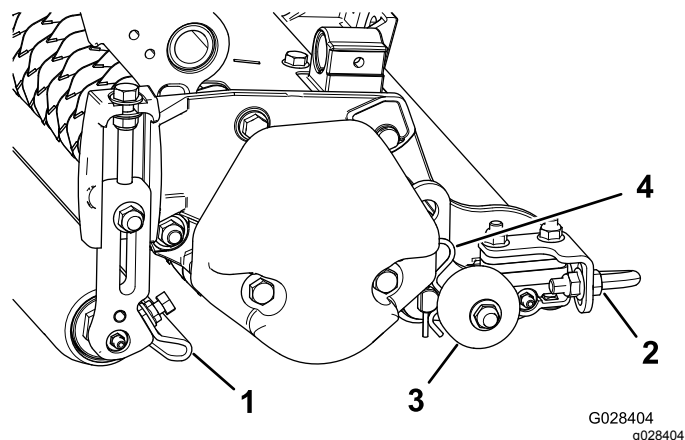

Figura 12
1. Afloje las tuercas que sujetan los rascadores de rodillo (Figura 12).
Antes de bajar los molinetes de verticorte al suelo del taller o de desmontarlos de la unidad de tracción, baje los rodillos de transporte (Figura 12) para proteger las cuchillas del contacto con una superficie dura.